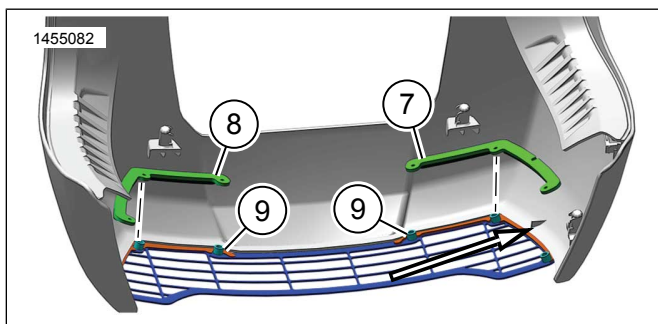

Figure 10.
10. Voir la figure 10. Positionner les ensembles supports de protection (7 et 8) sur les entretoises (9).